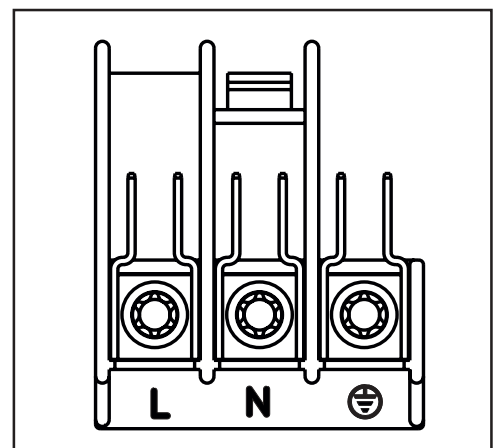

Fig. 26
2. Déconnectez le câble de la plaque à bornes (Fig.26) positionnée sur la partie postérieure du four, et remplacez-le avec une des types mentionnés dessus.